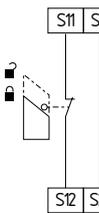

Fig. 9
**Surveillance de protecteur à 1 canal avec dispositifs d'interverrouillage selon ISO 14119 (Fig. 9)**